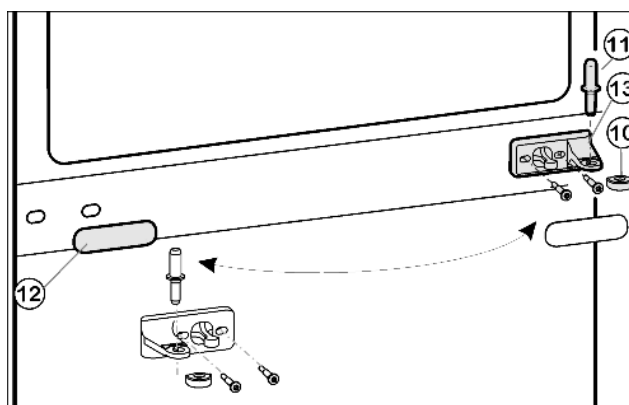
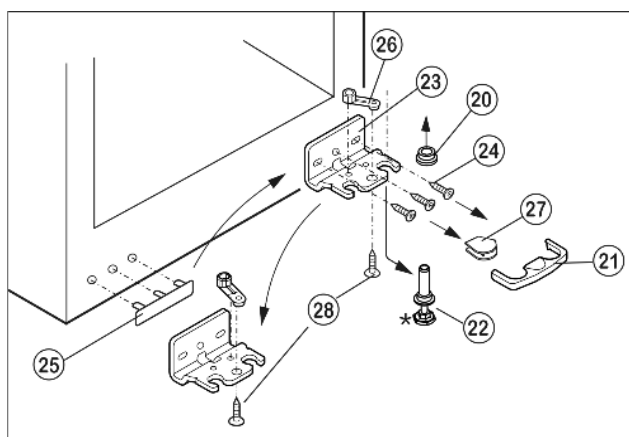

Fig. 5
Fig. 6
- ▶ Вытащите из опорного кронштейна и нижней дверцы средний опорный палец Fig. 5 (11).
- ▶ Пластмассовый колпачок Fig. 5 (10) снимите.
- ▶ Снимите средний опорный кронштейн Fig. 5 (13).
- ▶ Осторожно снимите накладку Fig. 5 (12).
- ▶ Открутите средний кронштейн Fig. 5 (13) и прикрутите его с поворотом на 180° на новую сторону шарнира с усилием мин. 4 Нм.
- ▶ Защелкните накладку Fig. 5 (12), повернув на 180°, на стороне, где теперь будет ручка.
- ▶ Предохранитель Fig. 6 (21) снимите движением вперед.
- ▶ Снимите крышку Fig. 6 (27)*.
- ▶ Вытяните опорный палец Fig. 6 (22) вниз и вперед. При этом следите за гнездом шарнира Fig. 6 (20).
- ▶ Открутите опорный кронштейн Fig. 6 (23)(3 шт. Torx 25) Fig. 6 (24).
- ▶ Открутите опорную деталь Fig. 6 (26) (1 Torx 25) Fig. 6 (28) и, переставив в отверстие на противоположной стороне опорного кронштейна, снова прикрутите.
- ▶ Осторожно приподнимите и переставьте крышку Fig. 6 (25) со стороны ручки.
- ▶ Снова прикрутите нижний опорный кронштейн Fig. 6 (23) на новой стороне шарнира при необходимости с помощью аккумуляторного шуруповерта с усилием мин. 4 Нм.
- ▶ Установите крышку Fig. 6 (27) на противоположной стороне.*
- ▶ Предохранитель (21) нужно зафиксировать сбоку на кронштейне, чтобы опорный палец и двери были защищены от выпадения.
- ▶ Снова защелкните предохранитель (21) на опорном кронштейне.
- ▶ Наденьте гнездо шарнира Fig. 6 (20).
- ▶ Установите нижнюю дверцу сверху на нижний опорный палец Fig. 6 (22).
- ▶ Снова наденьте пластмассовый колпачок Fig. 5 (10) на средний опорный кронштейн Fig. 5 (13).
- ▶ Вставьте средний опорный палец Fig. 5 (11) на новой стороне шарнира через средний опорный кронштейн Fig. 5 (13) в нижнюю дверцу.
- ▶ Установите верхнюю дверцу на средний опорный палец Fig. 5 (11).
- ▶ При необходимости выровняйте дверцы через два продольных паза в нижнем опорном кронштейне Fig. 6 (23) и среднем опорном кронштейне Fig. 5 (13) параллельно корпусу устройства. Для этого выкрутите средний винт на нижнем опорном кронштейне Fig. 6 (23).